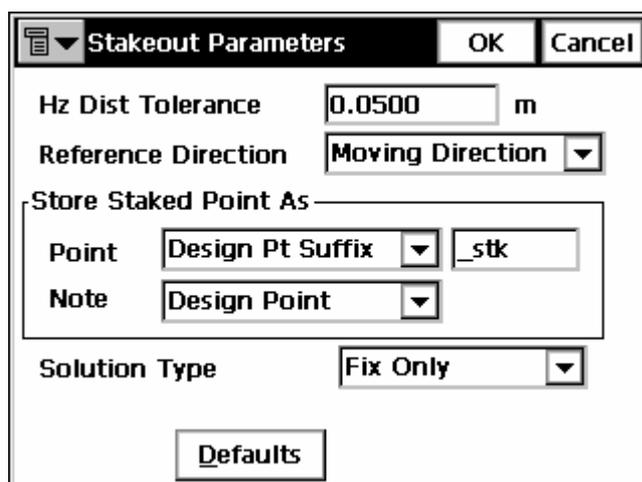

Рисунок 7-3. Параметры выноса в натуру - режим GPS+
2. Для GPS+ приемника: в окне **Stakeout Parameters (Параметры разбивки)** задайте параметры выноса в натуру: допуск отклонения в плане и начальное направление. Укажите, каким образом следует создавать имена и примечание к точкам, а также выберите тип решения базовых линий. Чтобы восстановить значения, предлагаемые по умолчанию, нажмите кнопку **Defaults (По умолчанию)**. Нажмите **OK** (рис. 7-3).